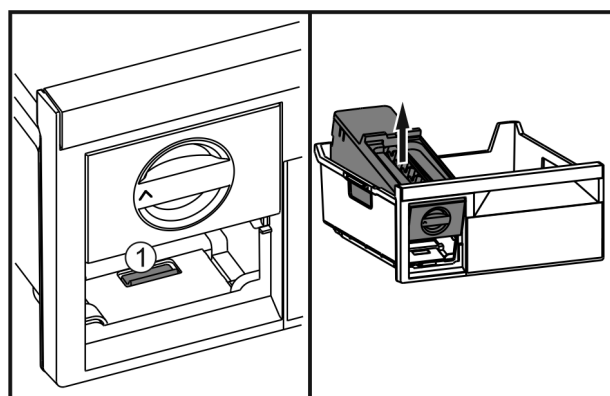

Fig. 39
- Нажать на накладку Fig. 39 (1), EasyTwist-Ice поднять сзади и вынуть из выдвижного ящика морозильника.